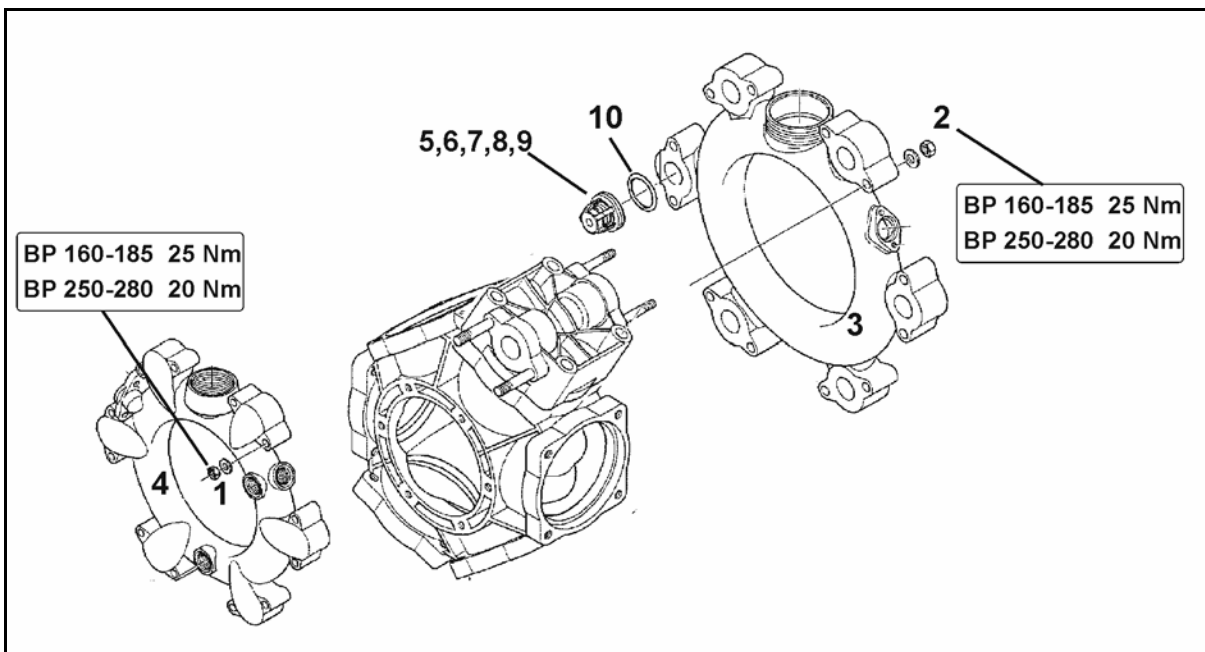

Bild 185
- Kontrollera kolvmembranet (Bild 185/8) beträffande korrekt skick genom demontering minst en gång om året.
- Beakta respektive monteringsläge för ventilerna på sug- och trycksidan, före borttagning av ventilgrupperna (Bild 185/5).
- Byt i princip alla kolvmembran (Bild 185/8), även om bara ett kolvmembran har svällt, är brutet eller poröst.
2. Lossa muttrarna (Bild 185/1, 2).
3. Ta bort sug- och tryckkanalen (Bild 185/3 och Bild 185/4).
4. Ta bort ventilgrupperna (Bild 185/5).
5. Ta bort skruvarna (Bild 185/6).
6. Ta bort cylinderlocket (Bild 185/7).
7. Kontrollera kolvmembranen (Bild 185/8).
- Fäst kolvmembranet (Bild 185/8) med låsbricka och skruv (Bild 185/11) i kolven (Bild 185/9), så att kanten pekar mot cylinderlocksidan (Bild 185/7).
- Dra åt muttrarna (Bild 185/1,2) korsvis med angivna åtdragningsmoment. Om muttrarna dras åt felaktig leder det till spänning och därmed till läckage.
1. Lossa skruven (Bild 185/11) och ta bort kolvmembranet (Bild 185/8) tillsammans med låsplattan från kolven (Bild 185/9).
3. Ta ut cylindern (Bild 185/10) ur pumphuset.
6. Sätt dit cylindern (Bild 185/10) igen i pumphuset.
7. Montera kolvmembranet (Bild 185/8).
8. Fäst cylinderlocket (Bild 185/7) på pumphuset och dra åt skruvarna (Bild 185/6) jämnt korsvis.
9. Montera ventilgrupperna (Bild 185/5) efter kontroll och rengöring.
11. Fäst sug- (Bild 185/3) och tryckkanalen (Bild 185/4) på pumphuset.
12. Dra åt muttrarna (Bild 185/1,2) korsvis med ett åtdragningsmoment på **25 Nm (BP 160-185) / 20 Nm (AR 250-280)**.